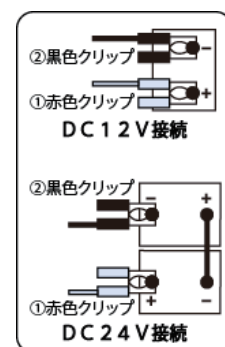

図7
3. 本商品で充電するバッテリーの電圧（DC12/24V）を確認し、“2. 組立方法”で接続した①赤色クリップの出力に間違いがないことを再度確認してください。
4. 本商品の①赤色クリップをバッテリーの陽極端子（プラス）へ、その後、②黒色クリップをバッテリーの陰極端子（マイナス）へ接続してください（図7参照）。
5. 本商品の③電源プラグを家庭用コンセントに接続してください。接続すると④操作パネルの各種LED及び、ディスプレイが一時的に全点灯し本商品の電源が入ります。起動後、④操作パネルのディスプレイに接続中のバッテリーの容量が表示されます。
6. ④操作パネルのバッテリータイプボタンでバッテリーのタイプを選択してください。ボタンを押す毎に、STD→GEL→AGM→STD→…の順で切り替わり、緑LEDが点灯します。
2. 本商品でセルスタートするバッテリーの電圧（DC12/24V）を確認し、“2，組立方法”で接続した①赤色クリップの出力に間違いがないことを再度確認してください。
3. 車両のバッテリー配線を外さずに、本商品の①赤色クリップをバッテリーの陽極端子（プラス）へ、その後、②黒色クリップをバッテリーの陰極端子（マイナス）又は、エンジンブロックに接続してください（図7参考）。
3. 本商品で回復させるバッテリーの電圧（DC12/24V）を確認し、“2，組立方法”で接続した①赤色クリップの出力に間違いがないことを再度確認してください。
5. 本商品の③電源プラグを家庭用コンセントに接続してください。接続すると④操作パネルの各種LED及び、ディスプレイが一時的に全点灯し本商品の電源が入ります。